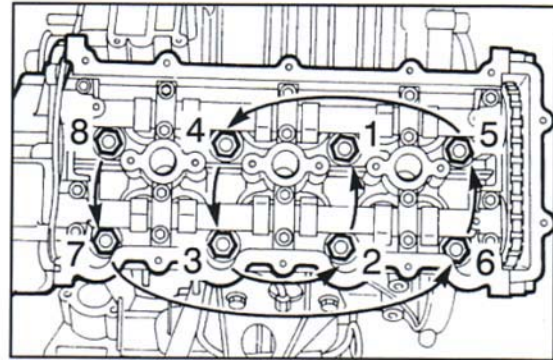

Fig. 66 ▲
- svitare gli otto dadi fissaggio testa cilindri seguendo l'ordine (da 8 a 1) indicato dalla freccia (Fig. 66);
- unscrew the eight locking nuts on the cylinder head, in the order (from 8 to 1) indicated by the arrow (Fig. 66);